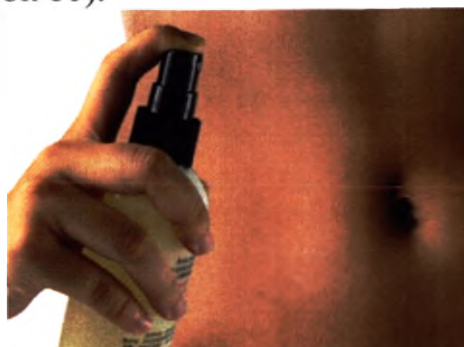

Рисунок 60 – Дезинфекция места установки инфузионного набора
4. Продезинфицировать место установки инфузионного набора и дать ему полностью высохнуть (рисунок 60).